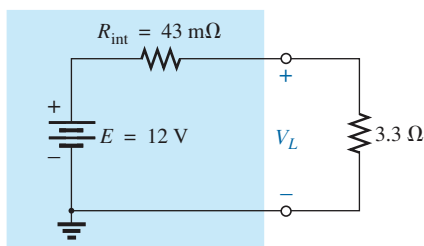

FIG. A4.126
44. a. Determine el voltaje suministrado a la carga (en condiciones de plena carga) para la fuente de la figura A4.126.